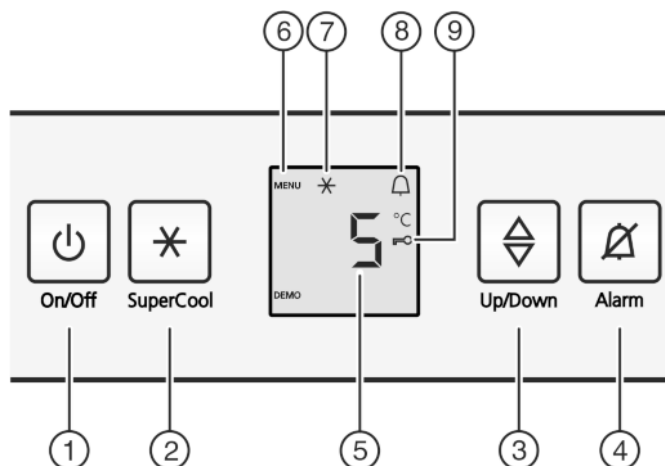

Fig. 2
- ▶ Taste On/Off Fig. 2 (1) drücken.
- ▶ Taste SuperCool Fig. 2 (2) ca. 5 Sekunden drücken.
- ▷ In der Anzeige wird das Symbol Menu Fig. 2 (6) angezeigt.
- ▶ Mit der Taste SuperCool Fig. 2 (2) kurz bestätigen.
- ▷ Das Symbol Kindersicherung Fig. 2 (9) leuchtet in der Anzeige.
- ▶ Die Taste On/Off Fig. 2 (1) kurz drücken.
- ▶ Taste Alarm Fig. 2 (4) drücken.
- ▶ Temperaturfunktion aufrufen: Die Einstelltaste Fig. 2 (3) drücken.
- ▶ Temperatur in 1 °C -Schritten ändern: Einstelltaste Fig. 2 (3) so oft drücken, bis die gewünschte Temperatur in der Temperaturanzeige leuchtet.
- ▶ Taste SuperCool Fig. 2 (2) kurz drücken.
- ▷ Das Symbol SuperCool Fig. 2 (7) leuchtet in der Anzeige.
- ▷ Das Symbol SuperCool Fig. 2 (7) erlischt in der Anzeige.